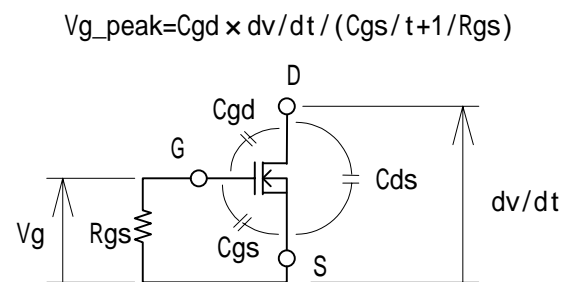

図 1 1 . ゲート電圧のはね上がり原理の説明図
- ・ マイナス dV/dt を抑制する方法としては、下アームパワー素子のオンスイッチング時間を遅くするため、ゲート抵抗 R_g を大きくする方法 (図 1 4 内の (3) 項参照) がありま